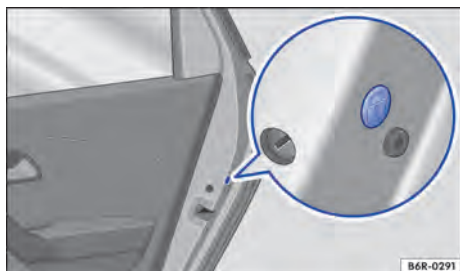

Fig. 45 Na parte dianteira da porta direita: travamento de emergência, coberto por uma vedação de borracha.
- Remover a vedação de borracha na lateral da porta. A vedação está identificada por um cadeado ➔ Fig. 45.